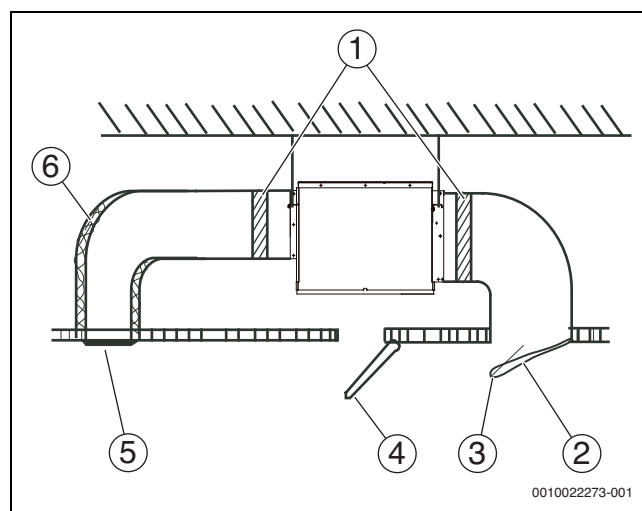
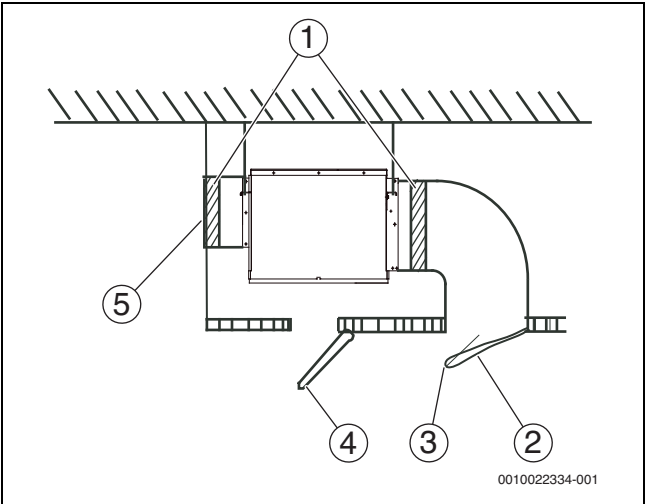

Fig. 28 Unidad de conducto con requisitos de presión estática
Fig. 29 Unidad de conducto sin requisitos de presión estática.
6. Conectar el tubo de aire tal como se visualiza en la fig. 28 o 29. Preparación in situ requerida para todos los componentes, exceptuando el equipo.
Leyenda fig. 28 y fig. 29: